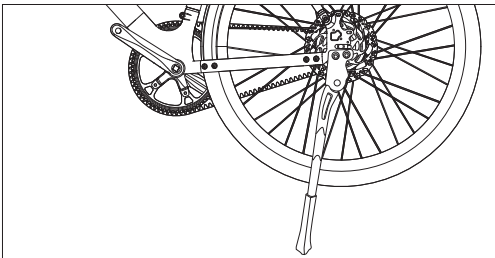

Figure 10-1
- Desserrez les vis et les rondelles, puis retirez-les du dégagement, comme indiqué dans [Figure 10-1].